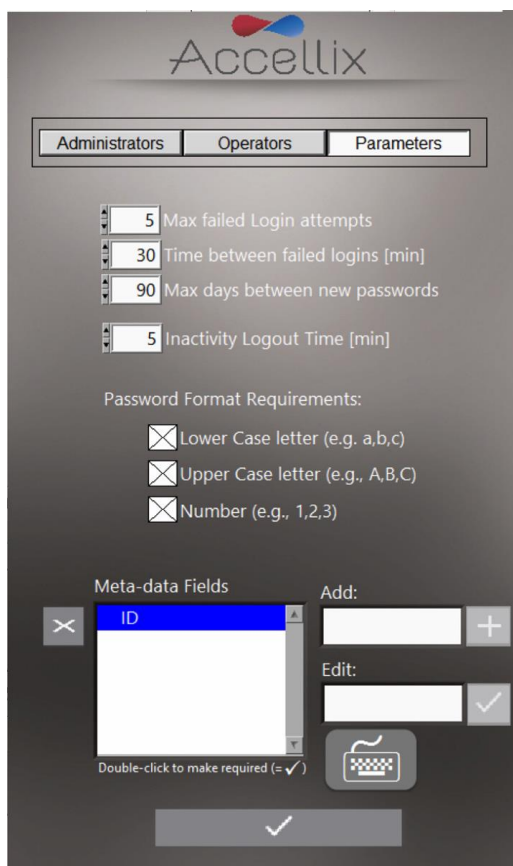

Abbildung 10: Anmeldeparameter-Optionen
1. Tippen Sie auf **Parameters** (Parameter) oben auf dem Bildschirm **Personnel** (Personal). Es werden alle veränderbaren Anmeldeparameter (Abbildung 10) angezeigt:
3. Die in Abbildung 10 dargestellten Metadatenfelder sind nur Beispiele.